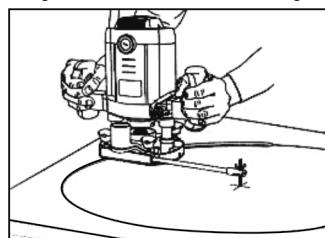

Fig. 4 – Fresando radios con la plantilla
- a. Monte la guía conforme muestra la fig. 4;
- d. Coloque el perno central conforme muestra la fig. 4.